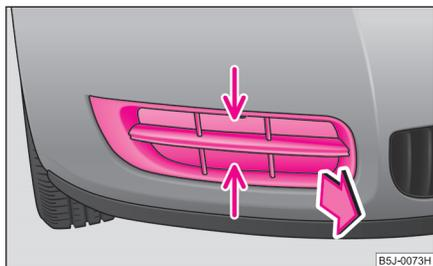

Fig. 176 Paragolpes delantero: rejilla protectora
- Coja la rejilla protectora por el punto indicado por una flecha y sáquela ⇒ fig. 176.